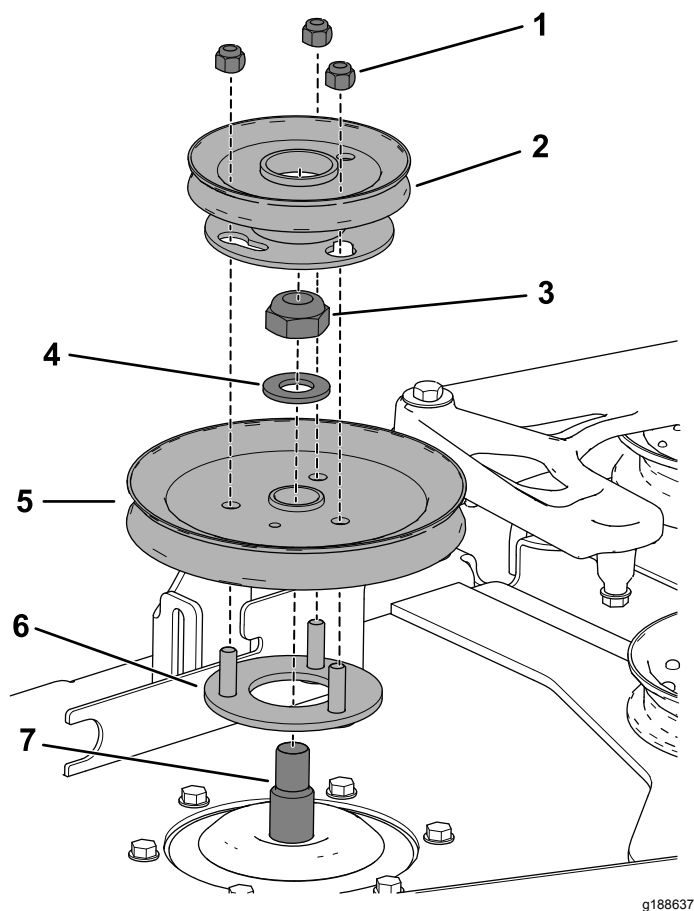

図 29
- A. プーリマウントのスタッドを、デッキプーリの穴に通す 図 29。
- B. 先ほど外したロックナット¾"とワッシャで、デッキプーリをスピンドルシャフトに固定する 図 29。
- D. ねじ山付きのスタッドにフロアのプーリを取り付け、ロックナットで仮止めする 図 29。